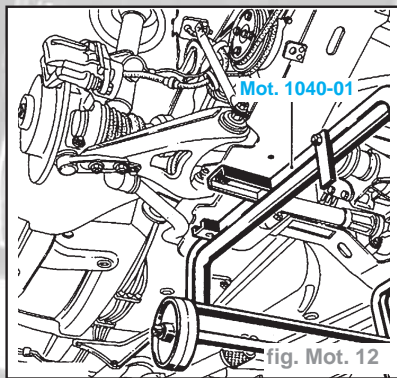

fig. Mot. 12
- Fixer l'outil Mot 1040-01 sous le berceau (fig. Mot. 12).